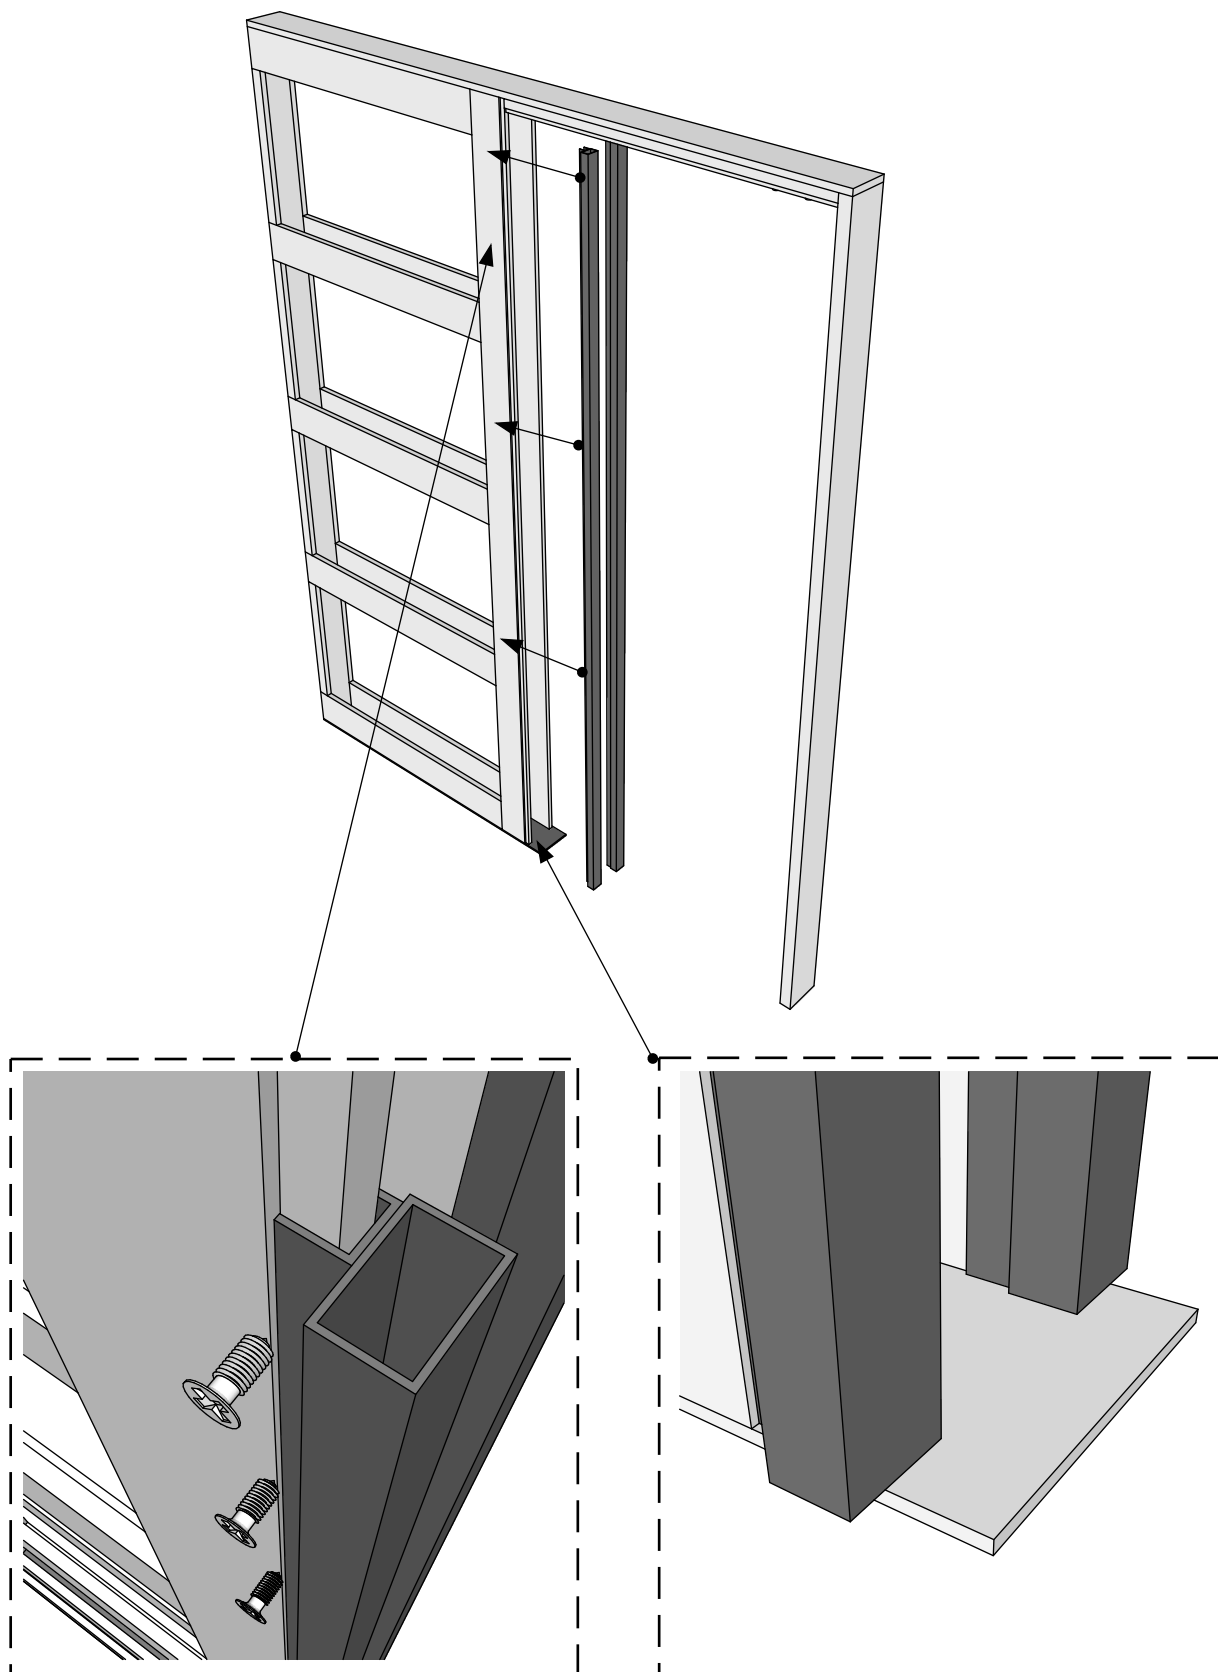

Рисунок 17
4.8 Установить жёсткости (деталь L) на боковые стойки (деталь В) и закрепить саморезами 4,2*16 (Рис. 17). При монтаже следить, чтобы больший выступ у жёсткости был с внешней стороны. Жёсткости совместить с нижним краем боковых стоек.